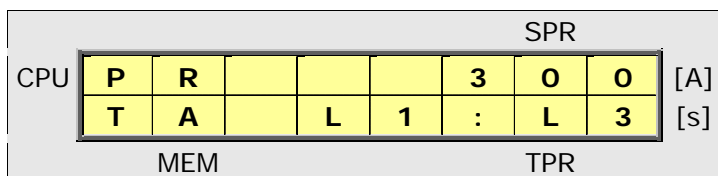

Fig.11 - Menu di impostazione TA per L1 ed L3
- La configurazione dei **TA** per **L1**, **L2** e **L3** si esegue all'interno del menu di programmazione, come segue: tenendo premuto **C.L1**, premere **SET** e poi rilasciare entrambi. Con la sequenza descritta si ottiene il menu di Fig.11.